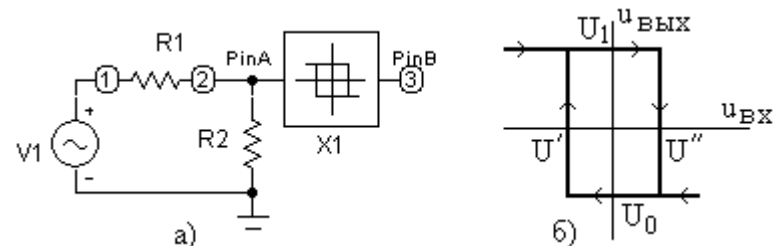

Рис. 1.25
1.9.3. Соберите цепь, показанную на рис. 1.25а, содержащую источник гармонического сигнала и электронное устройство, которое называют «триггер Шмидта» (это макрос с именем Schmitt). Его передаточная характеристика по постоянному току $u_{\text{ВЫХ}}(u_{\text{ВХ}})$ гистерезисного типа показана на рис. 1.25б и описывается четырьмя основными параметрами модели $x1 = U'$, $x2 = U''$, $y1 = U_1$ и $y2 = U_2$, стрелки показывают направление изменения входного напряжения.